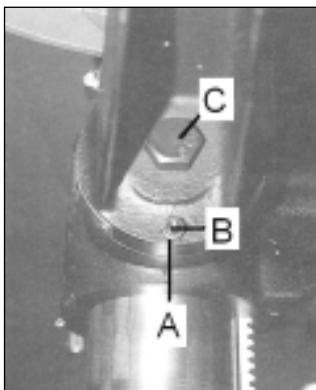

Рис. 12
Извлеките установочную шпильку (B, Рис. 12) открутив гайку (A) по часовой стрелке.